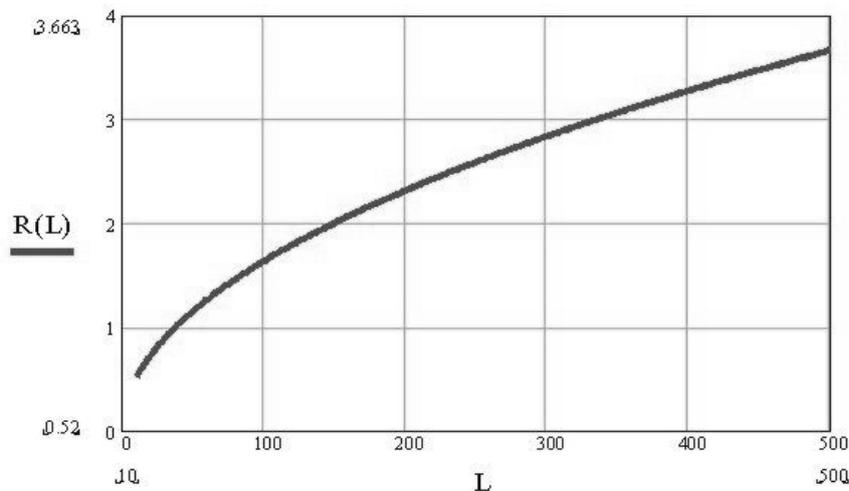
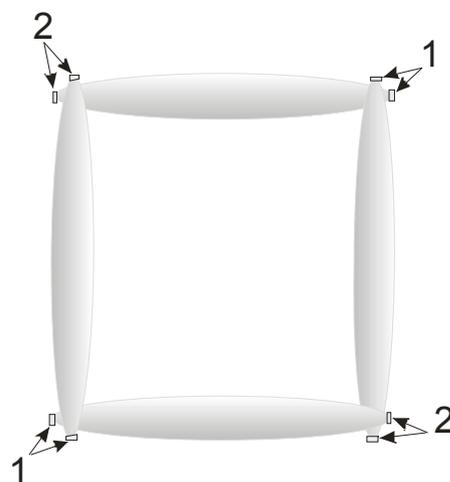
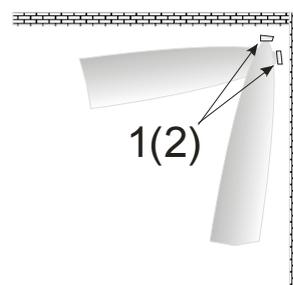

Рис. 4.2
Рис. 4.7
Рис. 4.8
4.4 Ширина чувствительной зоны зависит от расстояния между БПРД и БПРМ и определяется по ориентировочному графику, приведенному на рис. 4.2.
Примечания: Все расстояния, кроме специально оговоренных, в дальнейшем будут приводиться в метрах; ширина ЗО (в момент срабатывания при пересечении ЗО) зависит от установленных порогов и может быть значительно меньшей, относительно приведенной на рис. 4.2.
4.7 Приближение «оси» ЗО к проводящим (не радиопрозрачным) заграждениям на расстояние меньше половины ширины ЗО может приводить к интерференции радиосигнала и при раскачивании заграждения или при изменении отражающих свойств, может вызывать значительные колебания уровня принимаемого сигнала, т. е. значительное снижение соотношения сигнал/помеха. Поэтому при проектировании и монтаже необходимо учитывать ширину чувствительной зоны (см. рис. 4.2).
4.12 Перекрытие ЗО при установке на местности с поворотами контролируемого рубежа, например как условно изображено на рис. 4.7, достигается тем же методом, представленным в п. 4.10. При установке извещателей вдоль заграждений необходимо определить: могут ли радиоволны, излученные БПРД, отразившись от заграждения попасть в БПРМ. Если такое возможно, необходимо повернуть оси ЗО, как показано на рис. 4.8. Угол поворота рассчитать с учетом расширения ЗО согласно графику рис. 4.2, чтобы ЗО не касалась заграждения.